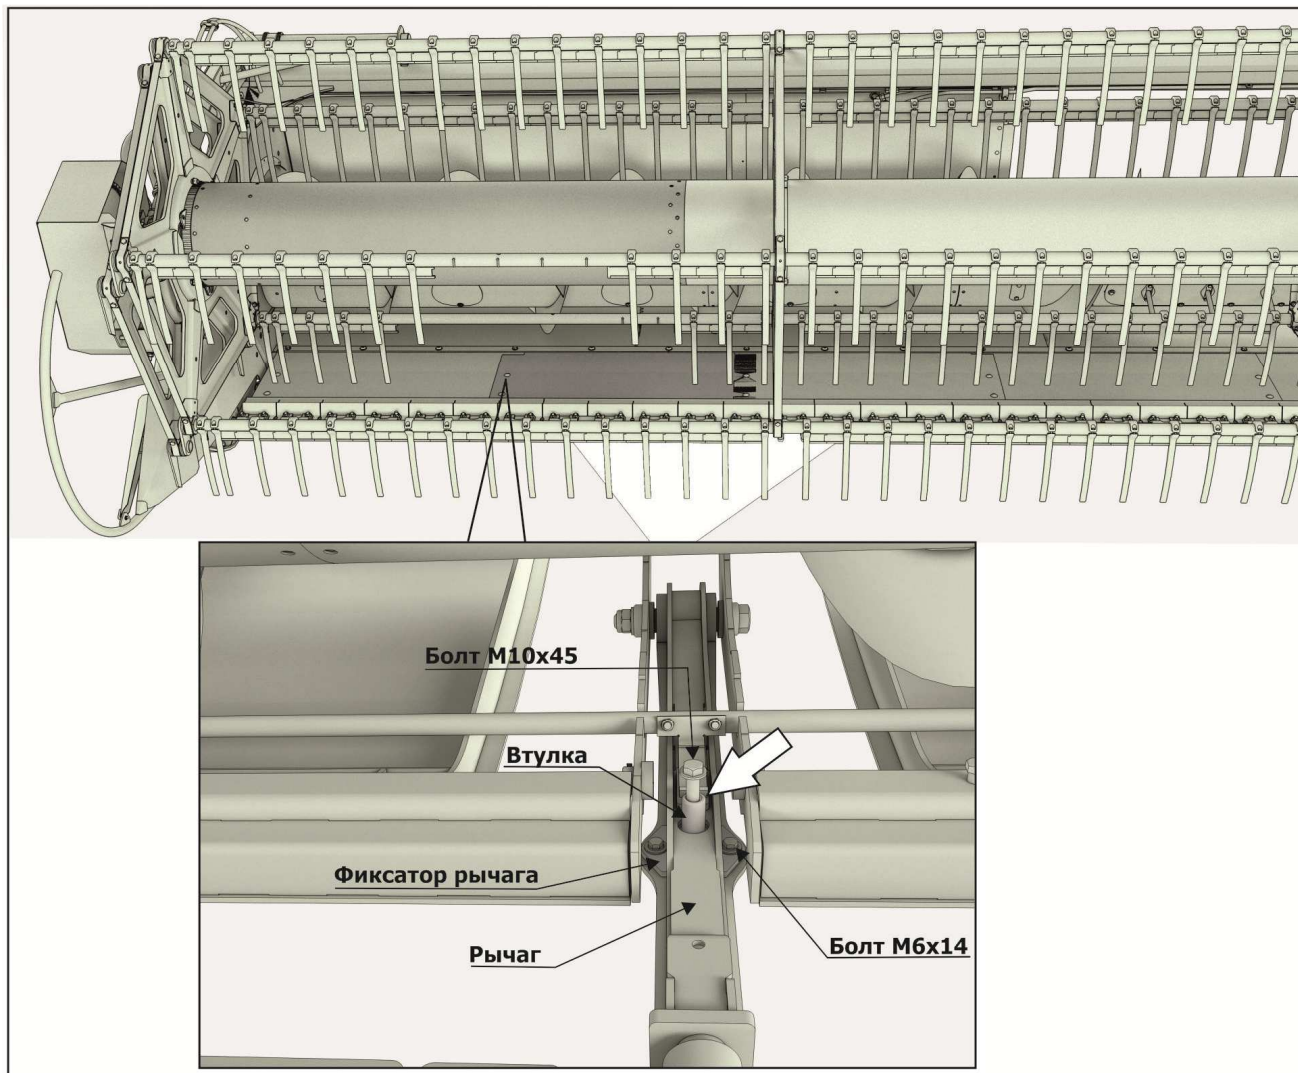

Рисунок 6.17 – Регулировка фиксатора рычага
- ПРОИЗВЕСТИ ОЧИСТКУ ПОЛОСТИ ВТУЛКИ (рисунок 6.17);